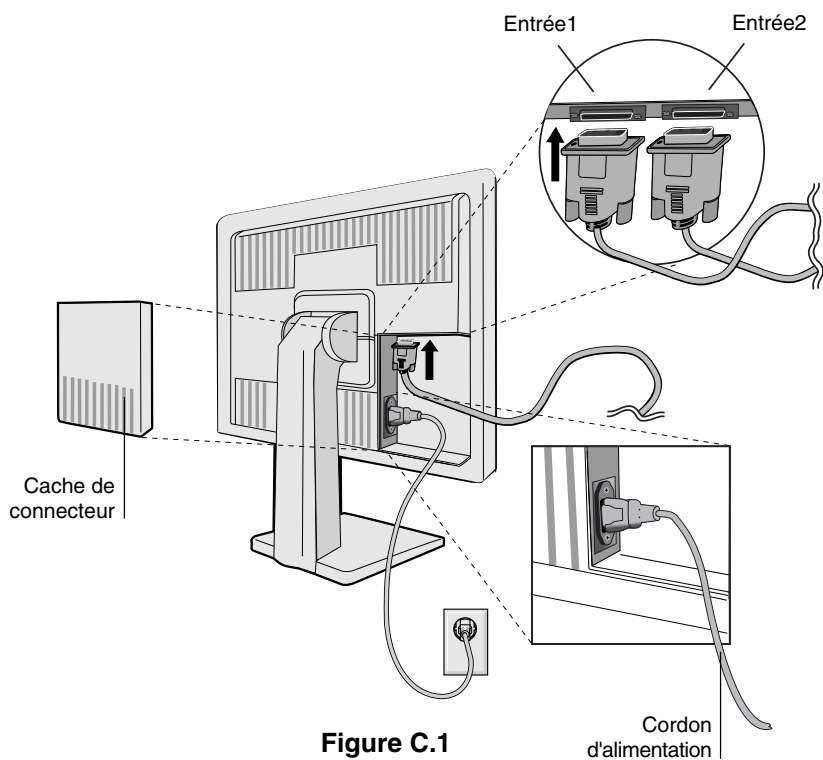

Figure C.1
3. Retirez le couvercle du connecteur. Connectez le mini-connecteur D-SUB à 15 broches du câble vidéo au connecteur à l'arrière du moniteur. Placez le câble de signal vidéo (**Figure C.1**).
4. Connectez une extrémité du cordon d'alimentation à l'arrière du moniteur et l'autre à la prise de courant (**Figure C.1**). Reposez le couvercle du connecteur.